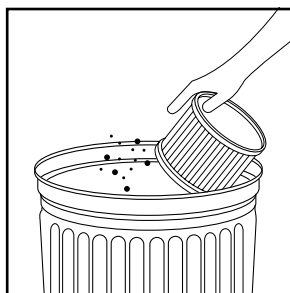

FIGURA 15
20. Para limpiar el filtro, sacuda o limpie con un cepillo el exceso de suciedad. **(FIGURA 15)**